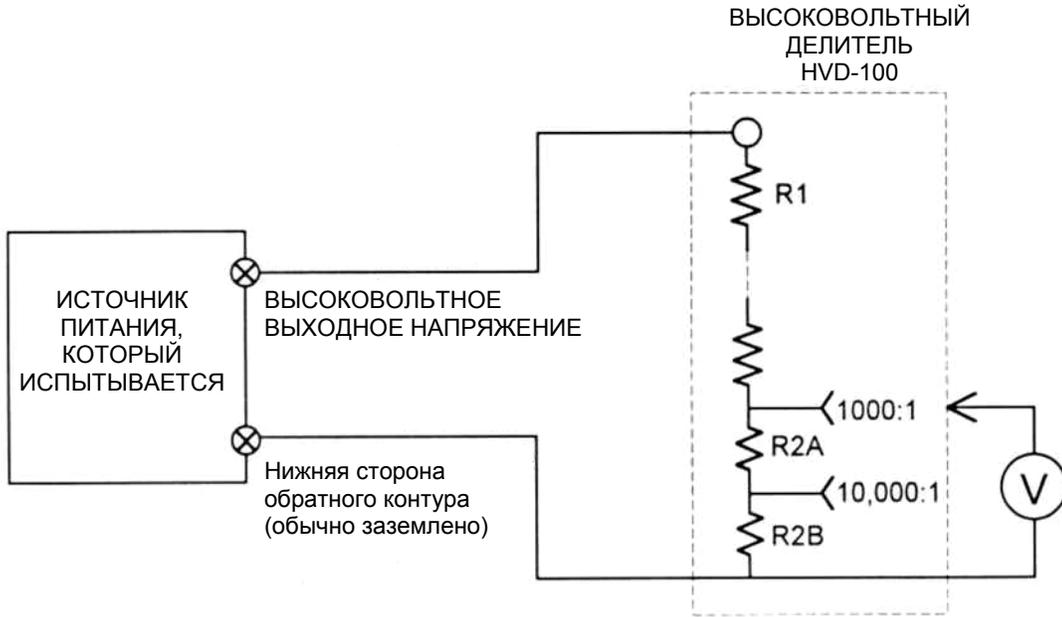

Рис. 5. Схема проведения испытания
Прибор, используемый для измерения выходного напряжения делителя, должен иметь большое входное полное сопротивление, чтобы снизить возможные погрешности измерений вследствие влияния нагрузки измерительных приборов на R2A или R2B (рис.5). Spellman использует любой из двух описанных ниже приборов для измерения (M) в испытательной схеме, рис. 5 или 6, в зависимости от требуемой разрешающей способности.